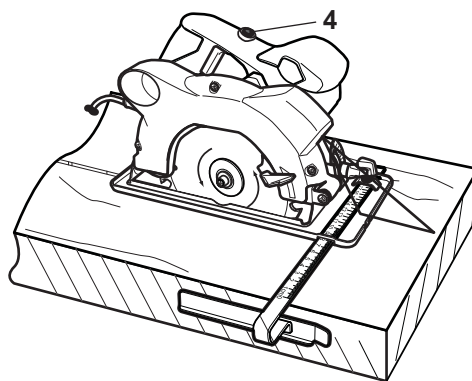

Fig. 10
- > Allumez le laser en appuyant sur le bouton marche/arrêt du laser [4] (Fig. 10).